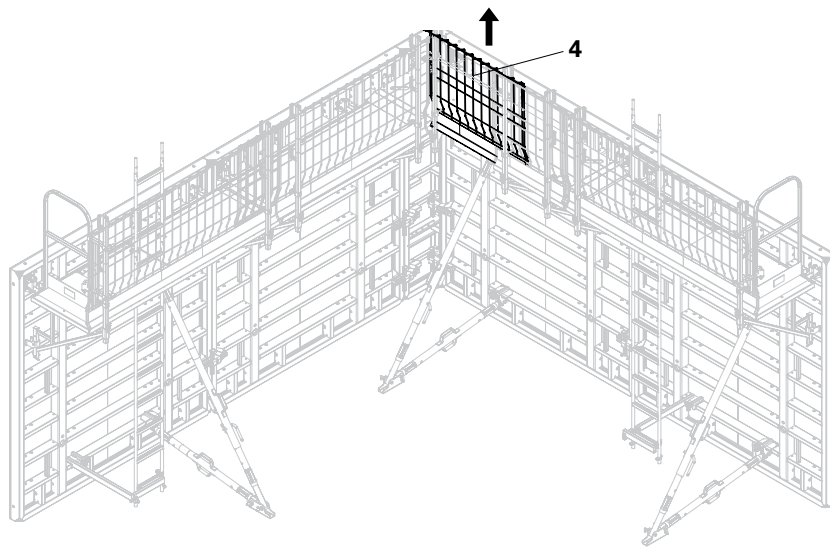

Fig. A13.01
2. Relever et enlever la barrière de protection grillagée PMB (4). (Fig. A13.01 + A13.01c)